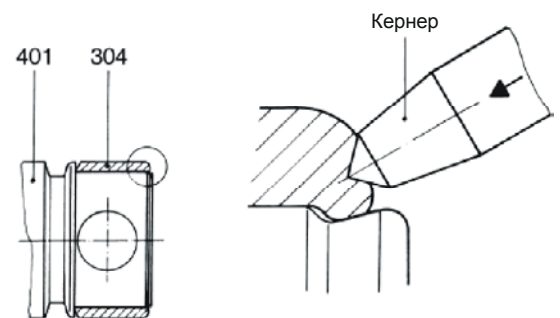

Рис. 7: Фиксация обоймы шарнира
- Хомуты шарнира (306), манжеты шарнира (308) и обойму шарнира (304) надеть на карданный вал (307).
- Карданный вал (307) вставить в головку ротора (401) или насадного вала (125).
- Вставить палец шарнира (307) во втулки шарнира (302) и полностью вколотить втулки пальца шарнира (303).
- При необходимости гадко зачистить обойму шарнира (304) по наружному диаметру и надеть на головку ротора (401) или же насадного вала (125).
- После надевания обоймы шарнира (304) зафиксировать ее от осевого сдвига на головке ротора (401) или же насадного вала (125).
- **ВНИМАНИЕ** Для этой цели ударом кернера вбить торец обоймы шарнира (304) в паз на головке ротора (401) или же насадного вала (9125) (см. рис. 7).